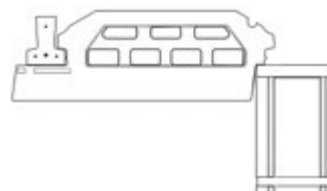

Figure 1
- Placer l'élément de rive longitudinale (Isoleader, Isoleader SPX ou Ecorupteur longitudinal) en appui sur le mur d'une part et sur chaque about de la première poutrelle d'autre part. (Figures 1 et 2)